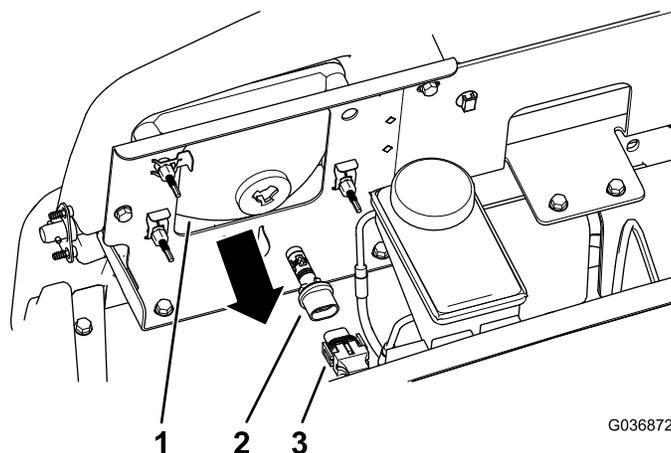

Figura 51
3. Desligue o conector elétrico para a cablagem do conector do conjunto da lâmpada, na parte de trás do compartimento do farol (Figura 51).
4. Rode o conjunto da lâmpada ¼ de volta para a esquerda e mova-o para trás, para fora do compartimento do farol (Figura 51).
5. Insira o novo conjunto da lâmpada e o conjunto do farol e alinhe as linguetas no conjunto da lâmpada com as ranhuras no compartimento do farol (Figura 51).
6. Fixe o conjunto da lâmpada rodando-o 1/4 de volta para a direita (Figura 51).
7. Ligue o conector elétrico para a cablagem ao conector do novo conjunto da lâmpada (Figura 51).